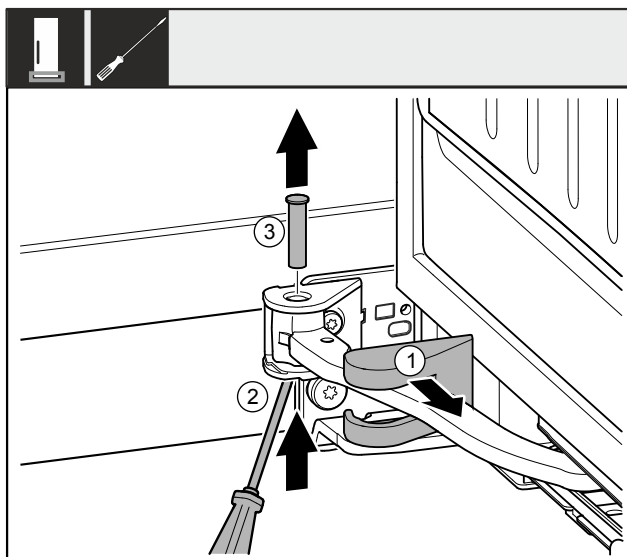

Fig. 9
- ▶ Húzza le a csapágybak fedelét Fig. 9 (1), és tolja el a csukló mentén.
- ▶ Csavarhúzóval emelje fel lentől a csapszeget Fig. 9 (2).
- ▶ Húzza ki felülről a csapszeget Fig. 9 (3).